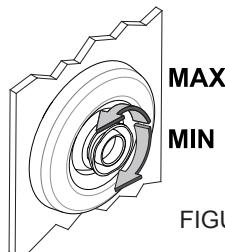

FIGURE 2
A l'aide de la clé plate de 7 mm, brancher le fil du circuit équipotential de l'habitation (A) au châssis de la baignoire (V) avec un écrou carré M5 (Q), une rondelle en éventail (R) et un écrou à 6 pans M5 (D), comme indiqué sur la figure 2. Visser le serre-câble au boîtier.
- Vérifiez si les buses sont bien ouvertes, dans le cas contraire agissez sur le diffuseur en le tournant dans le sens contraire aux aiguilles d'une montre (Figure 2).